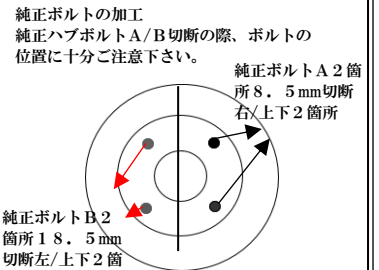

図.1 純正ボルトの加工
※純正ボルトがAプレート面より必ず飛び出ない様に加工して下さい。(図1参照)
※純正ボルトがBプレート面より必ず飛び出ない様に加工して下さい。(図1参照)
- 純正ハブボルト及びプレートボルトがスペーサー表面より突出しない様に加工して下さい。（図1参照）